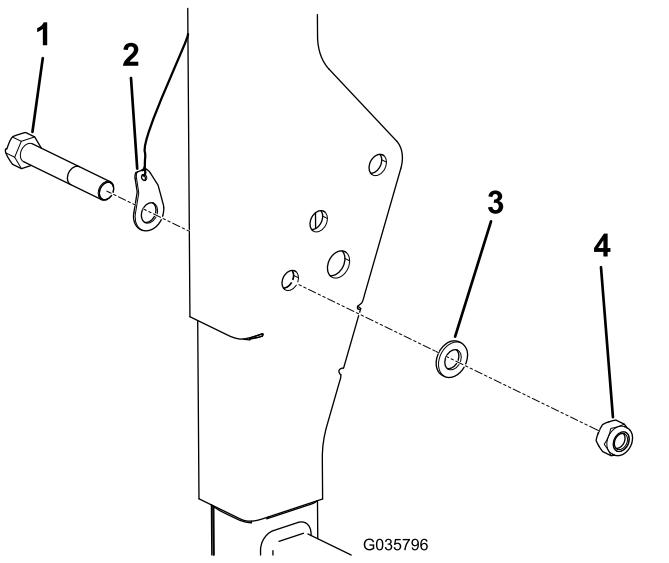

Figura 7
2. No mesmo lado do ROPS em que planeia instalar o kit, remova a porca, parafuso e anilha do ROPS e deite fora a porca e parafuso; consulte Figura 7.